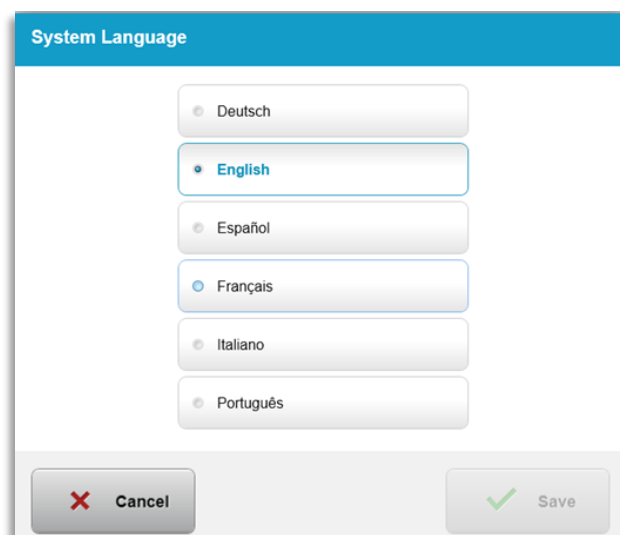

Abbildung 3-56. Systemsprache ändern
- Wählen Sie die gewünschte Sprache aus dem Menü aus (siehe Abbildung 3-56).